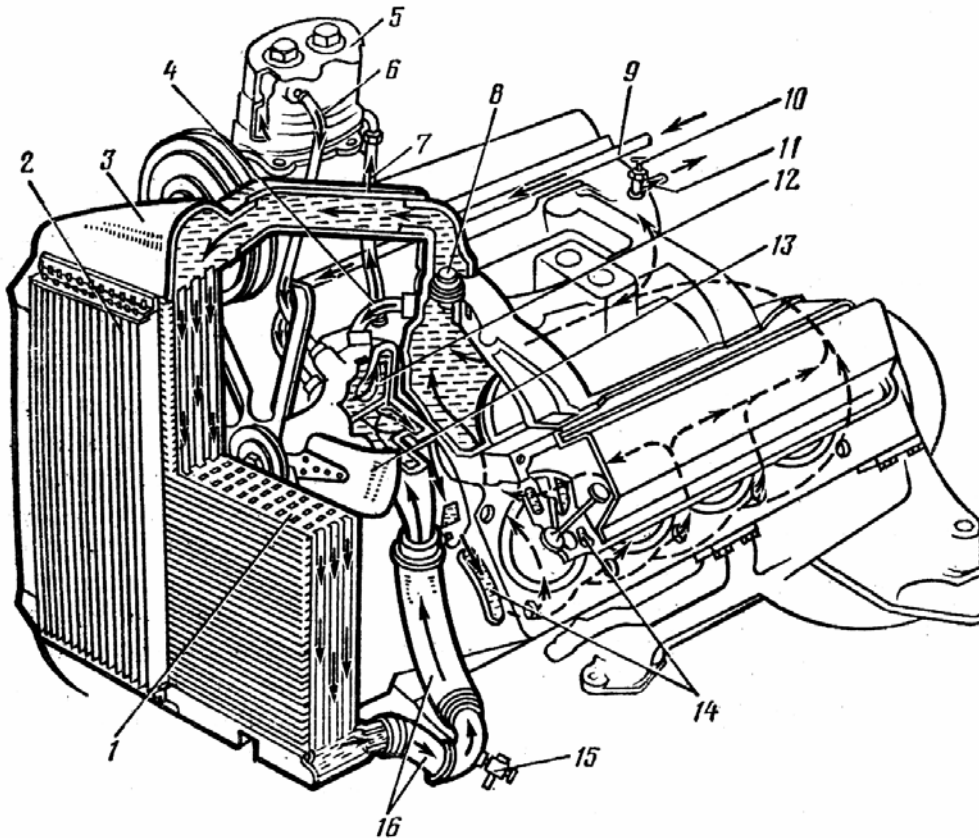

Рис. 2.12. Схема системы охлаждения двигателя ЗИЛ-130:
1. По плакату или рис. 2.12 изучите общее устройство системы. Изучите циркуляцию жидкости в системе двигателя ЗИЛ-130. При пуске, прогреве и работе двигателя, когда температура охлаждающей жидкости ниже 70° , клапан термостата 8 закрыт, и жидкость циркулирует по малому кругу. Водяной насос 12 нагнетает жидкость через раструбы рубашки 14 блока левой и правой групп цилиндров. Жидкость омывает со всех сторон гильзы цилиндров, а затем поступает в рубашки головок цилиндров. При этом наибольшее количество ее поступает к более нагретым участкам головок цилиндров - патрубкам выпускных клапанов и гнездам искровых свечей зажигания. В рубашках головок цилиндров жидкость циркулирует от задних торцов к передним. Часть горячей жидкости из рубашек головок цилиндров поступает в рубашку впускного трубопровода, подогревает там горючую смесь. Затем она возвращается через перепускной шланг 4 в водяной насос 12. При такой циркуляции жидкость быстро нагревается, так как она не проходит через радиатор.